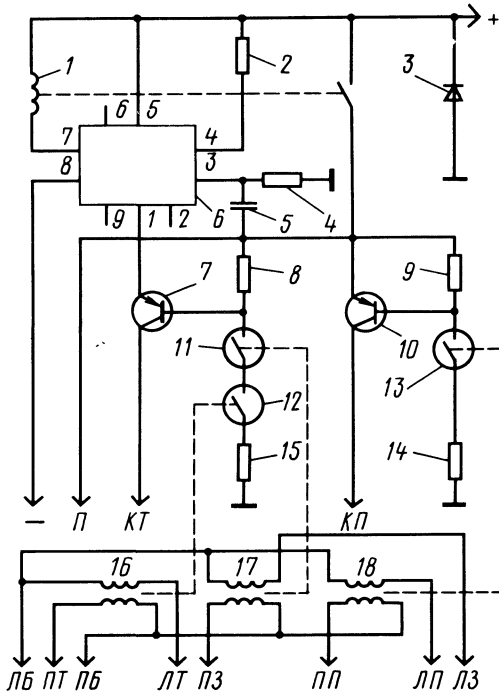
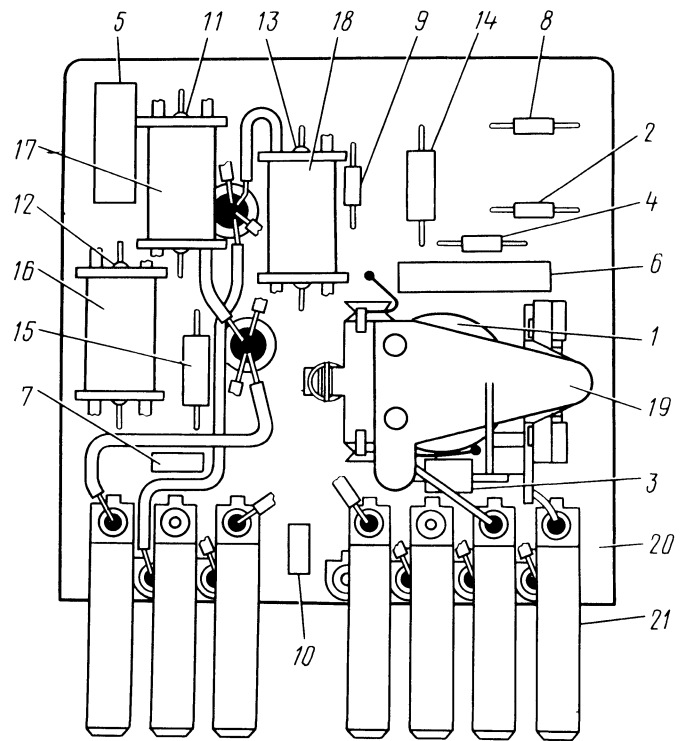
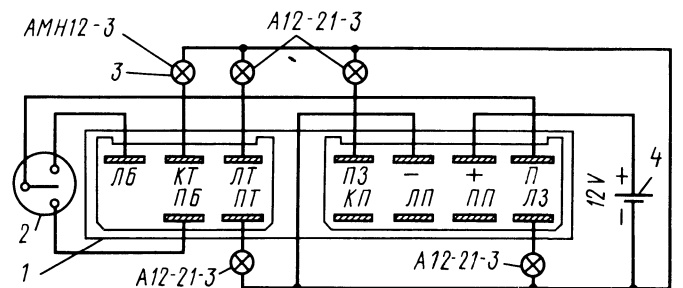

Рис. 238. Электрическая схема прерывателя указателей поворота:
Рис. 239. Реле-прерыватель указателей поворота и аварийной сигнализации:
Рис. 240. Электрическая схема проверки реле указателей поворота:
**Реле-прерыватель указателей поворота и аварийной световой сигнализации РС950-И.** Для создания мигающего режима указателей поворота применяется контактно-транзисторное реле РС950-И. Схема этого реле показана на рис. 238. Расположение деталей реле дано на рис. 239. Реле имеет электронную схему, обеспечивающую режим работы с частотой  $90 \pm 30$  миганий в минуту, и исполнительное реле 1, которое управляет цепью питания сигнальных ламп. Исправность реле проверяйте по схеме, показанной на рис. 240. Если при этом сигнальные лампы или контрольная лампа не
1—18 — см. рис. 238; 19 — якорь реле; 20 — панель; 21 — штеккер